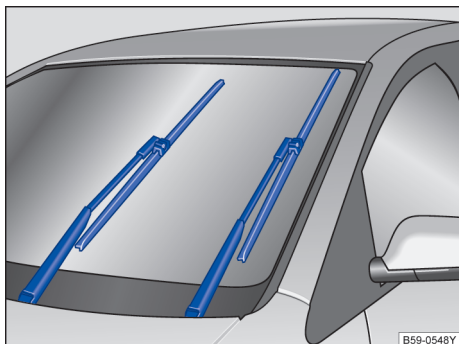

图 121 处于保养位置的刮水片
- 将车窗玻璃刮水器拨杆向下拨至点动刮水位置。使刮水器处于保养位置⇒图 121。